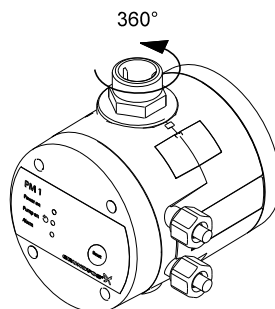

Fig. 1 Drejbar afgangstilslutning
Enhedens afgangstilslutning kan drejes 360 °. Se fig. 1.
2. Udfør den elektriske tilslutning som vist i fig. 1 eller 2, side 10, afhængig af motortype.